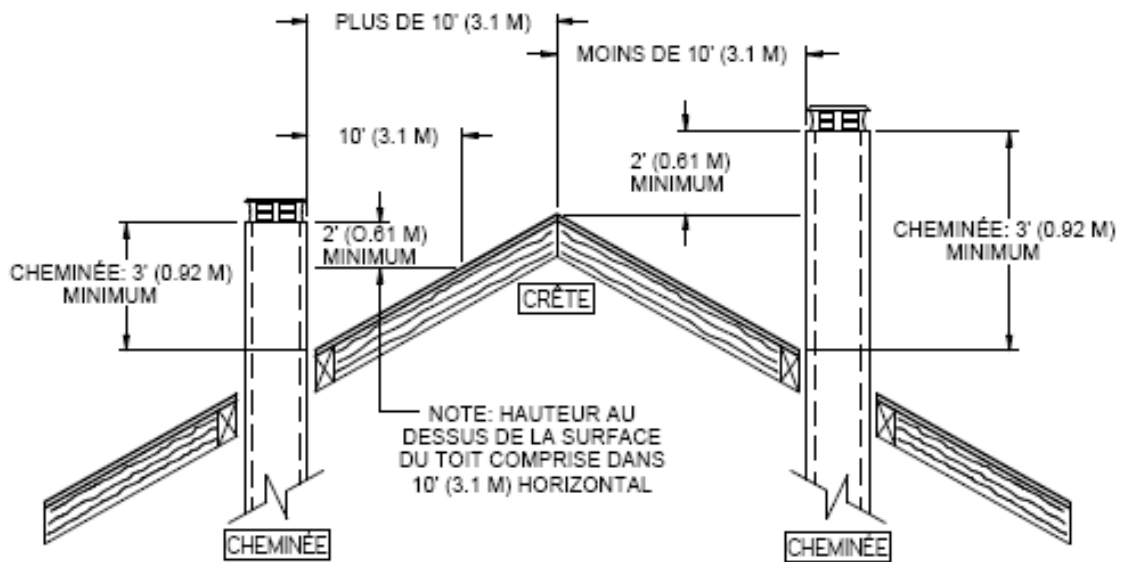

Figure 36a
6. La cheminée doit dépasser d'au moins 3 pieds (92 cm) au-dessus de son point de sortie du toit et d'au moins 2 pieds (61 cm) tout mur, toit ou édifice situé à moins de 10 pieds (3,1 m). Consultez les figures **Figure 36a et 36b** pour déterminer la configuration qui s'applique à votre toit (toit en pente ou plat et distance entre la cheminée et le point le plus élevé du toit et/ou la cheminée la plus proche.)